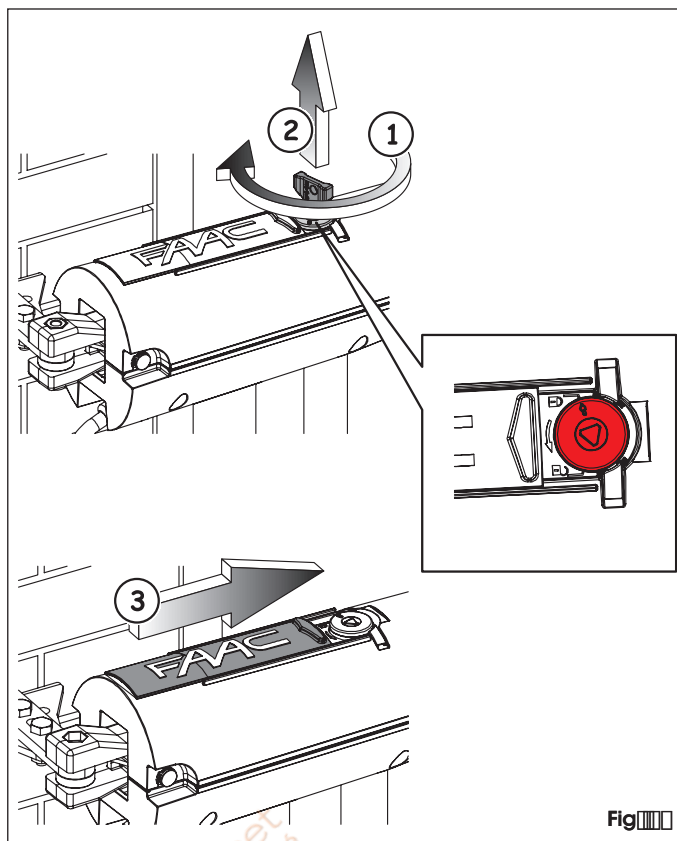
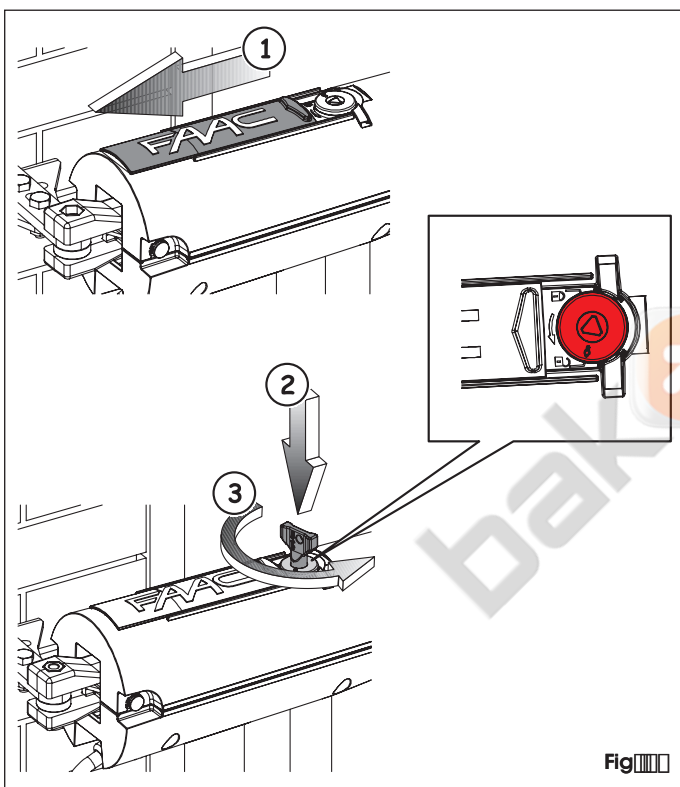

Fig. 1
Fig. 2
- Faire coulisser le capuchon de protection (figure 1) et (2).
- Introduire la clé de déverrouillage fournie (figure 1) et la tourner en sens inverse horaire jusqu'à son arrêt (figure 2). La position de déverrouillage est signalée par un cadenas ouvert.
- Tourner la clé de déverrouillage en sens horaire jusqu'à son arrêt (figure 1) et extraire la clé (figure 2). La position de blocage est signalée par un cadenas fermé.